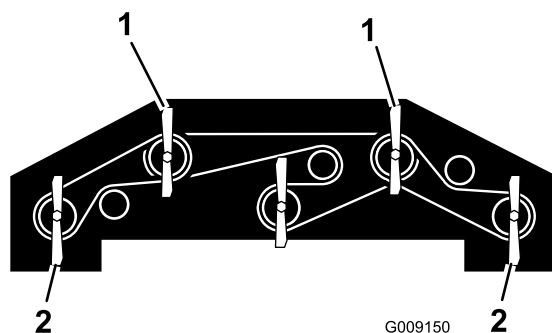

Figure 138
1. Tournez chaque lame pour qu'elle pointe vers l'avant (Figure 138).